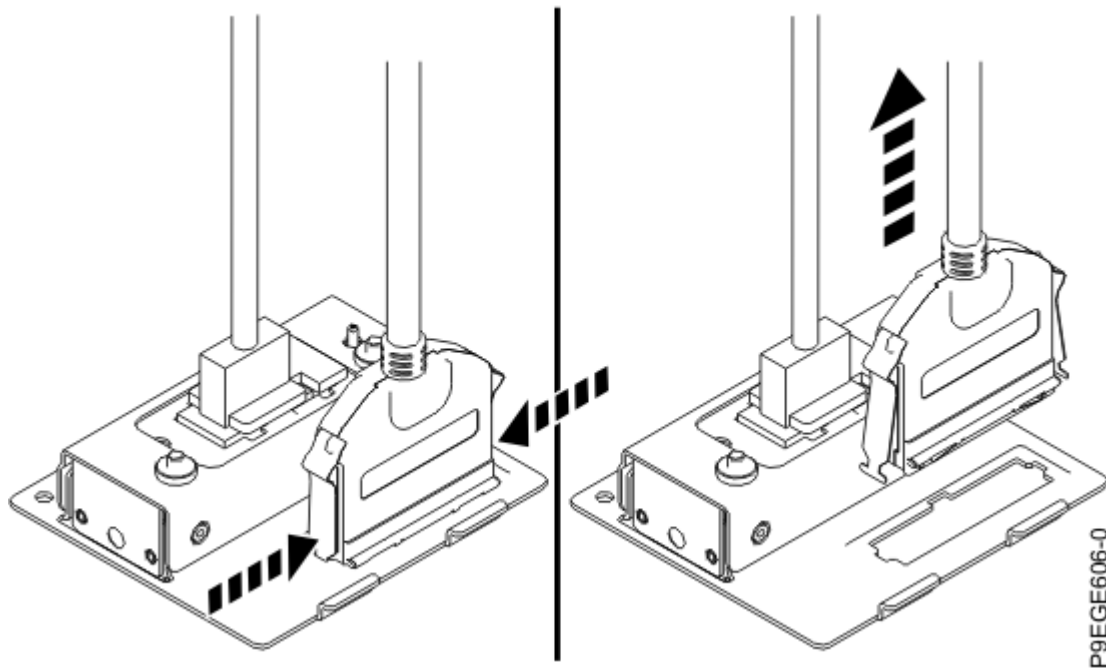

Abbildung 21. USB-Kabel an der Vorderseite und Buchse am vorderen USB-Halter ausbauen
10. Drücken Sie auf die Entriegelungen, um das USB-Kabel an der Vorderseite vom vorderen USB-Kabelhalter abzuziehen (siehe Abbildung 21 auf Seite 23).